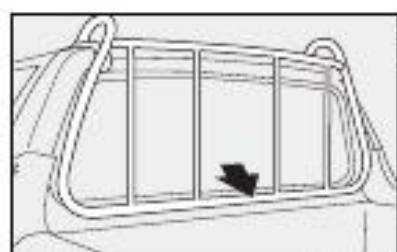
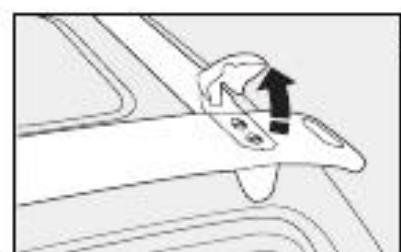

fig. 102
fig. 103
- utilizar o porta-escadas fig. 102 para apoiar e fixar corretamente os objetos de maior altura. Nas versões com cabine estendida, levantar antes os limitadores fig. 103.
⚠ Ao utilizar o porta-escadas, não apoiar objetos cujo peso for superior a 80 kg. No caso dos limitadores fig. 102, não forçá-los com forças laterais superiores a 30 kg.